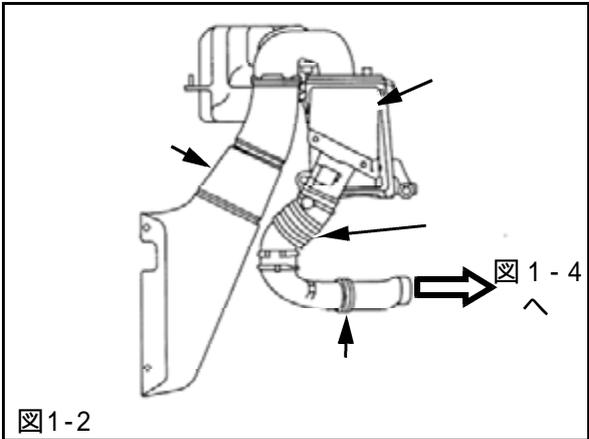
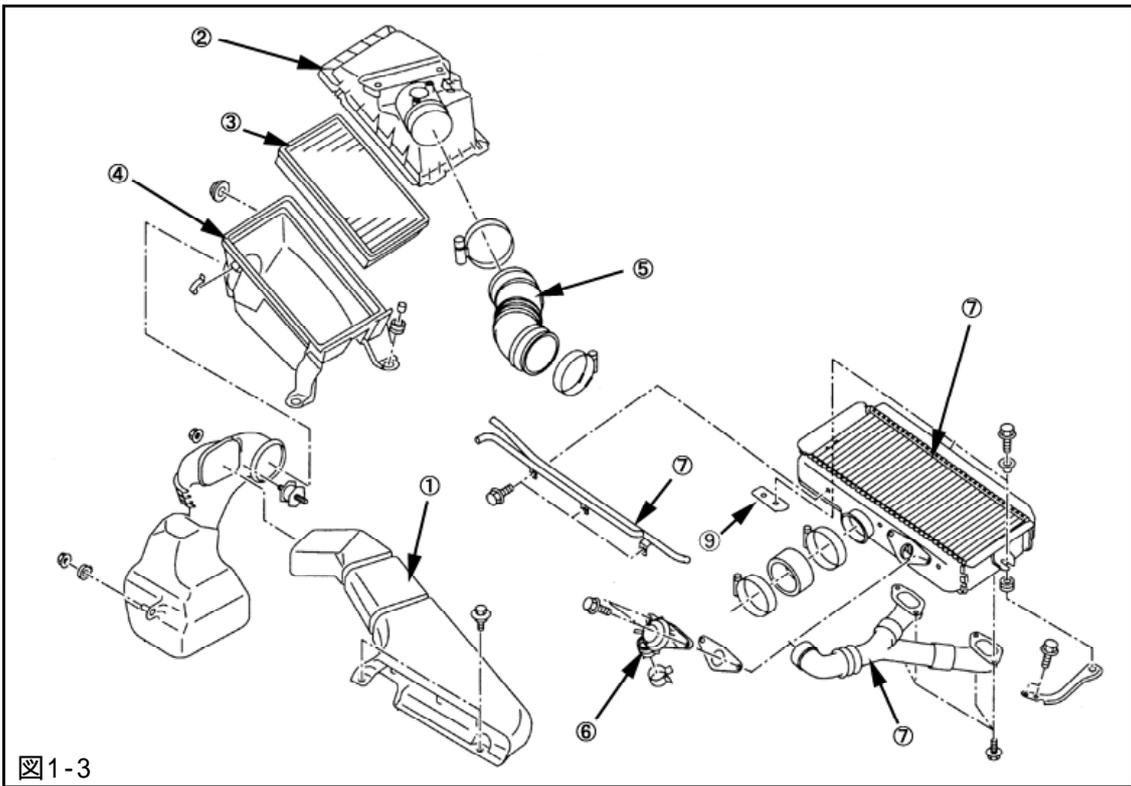

図1-2
図1-3
- (5) 吸気系部品 ~ を順に取外してください。同番号は同時に取外すようになります。取外したパーツは大切に保管しておいてください。(図1-2, 図1-3)